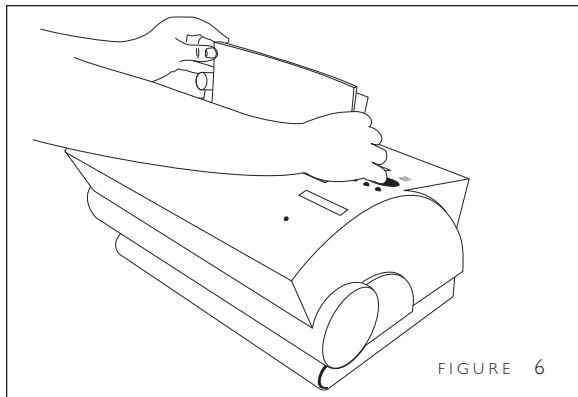
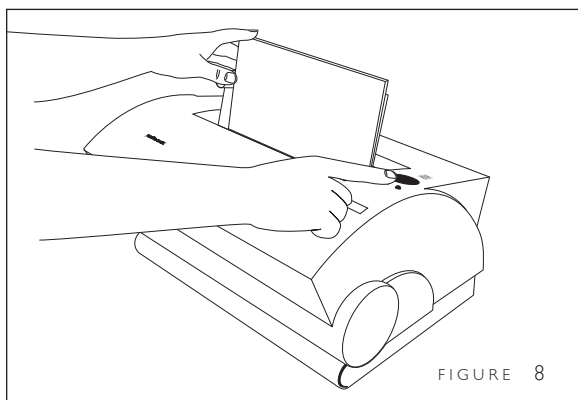

FIGURE 6
FIGURE 8
2. Placer le papier dans la fente de livre en l'alignant sur le côté droit. Le moteur de taquage se met en marche automatiquement (fig. 6). Appliquer une légère pression au sommet du bord du papier et laisser la taqueuse en marche pendant quelques secondes pour s'assurer que tous les feuillets sont correctement alignés avant le refendage (fig. 8).
3. Continuer la légère pression sur le bord supérieur du papier et pousser sur le bouton vert (fig. 8). Le moteur de taqueuse s'arrête, le papier est pincé et le processus de refendage commence. Le message « WORKING » (TRAITEMENT EN COURS) apparaît dans l'affichage.